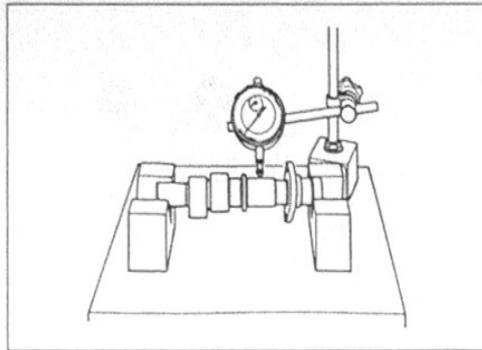

Bild 140
-  Steuerkettenverschleiss bei straffer Kette (ohne Durchhang) über 21 Stifte messen (Bild 140). Kette ersetzen, falls sie länger als 129,00 mm ist.